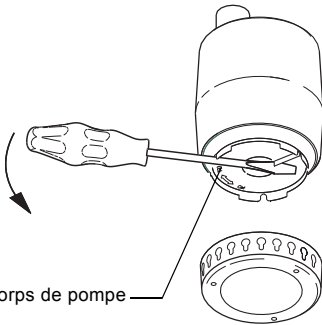

Fig. 12 Démontage du corps de pompe
4. Retirer le corps. Voir fig. 12.